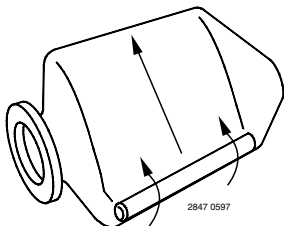

Figure 4 – Enrouler diagonalement vers le col.
- B. Pour que le diaphragme soit enroulé aussi serré que possible, commencer d'un côté, en haut du diaphragme, et l'enrouler SERRÉ diagonalement vers l'autre côté (voir la Figure 4). Pour chasser autant d'air que possible, enrouler le diaphragme vers le col de l'ouverture.